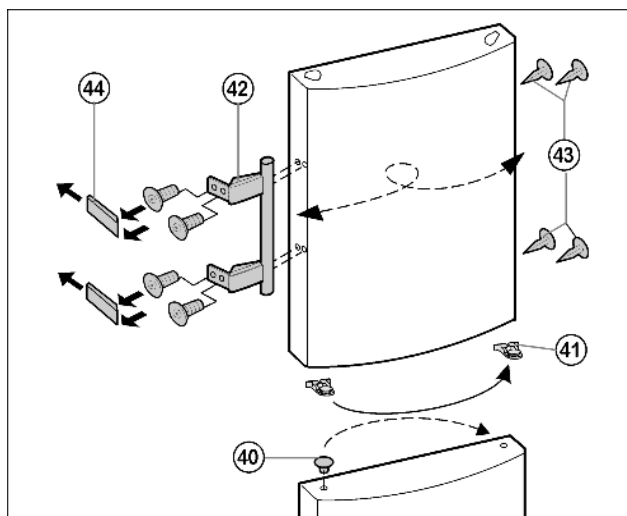

Fig. 8
- Pružinovou svorku *Fig. 8 (41)* vyklesněte z horních dveří a přemístěte na novou stranu závěsu.
- Zátky *Fig. 8 (40)* vyjměte z pouzdra ložisek dveří dole a přemístěte je.
- Madla dveří *Fig. 8 (42)*, zátky *Fig. 8 (43)* a krycí destičky *Fig. 8 (44)* odmontujte a přemontujte na protější stranu.